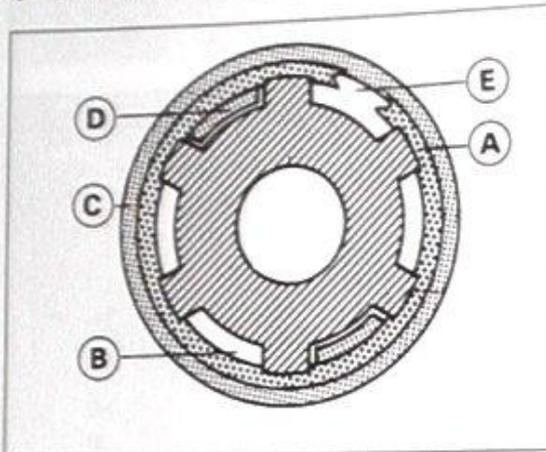

Bild 217
- ☑ Scharfe Kanten der Seegerringe weisen gegen Druckrichtung der Zahnräder (Bild 217).